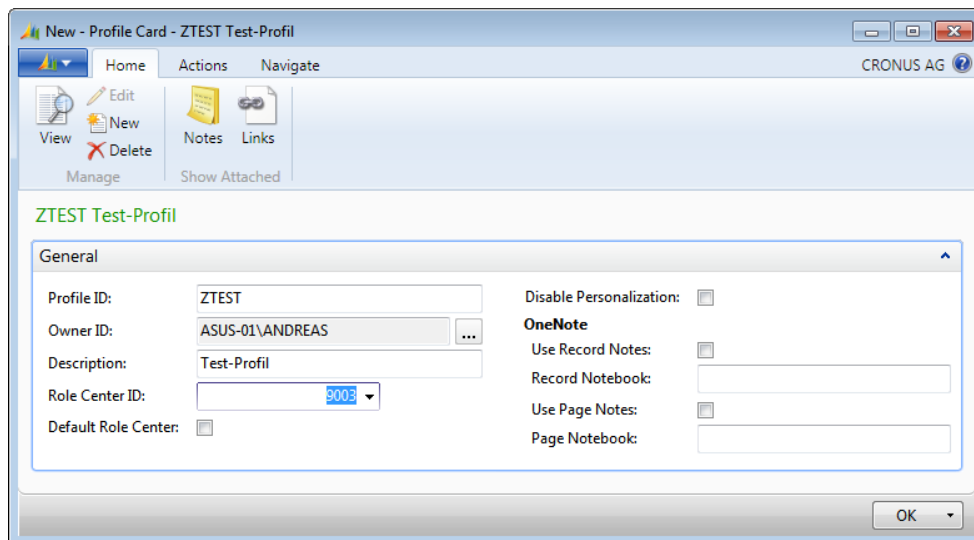

Abbildung 3.4 Anlegen des neuen Profils (englische Benutzeroberfläche)
2. Betätigen Sie die Tastenkombination **Strg** + **N** oder klicken Sie auf die Schaltfläche *New* auf der Registerkarte *Home* des Menübands, um die Profilkarte im Neuanlagemodus zu öffnen. Im Neuanlagefenster erfassen Sie das Profil »ZTEST«, wie in Abbildung 3.4 gezeigt.